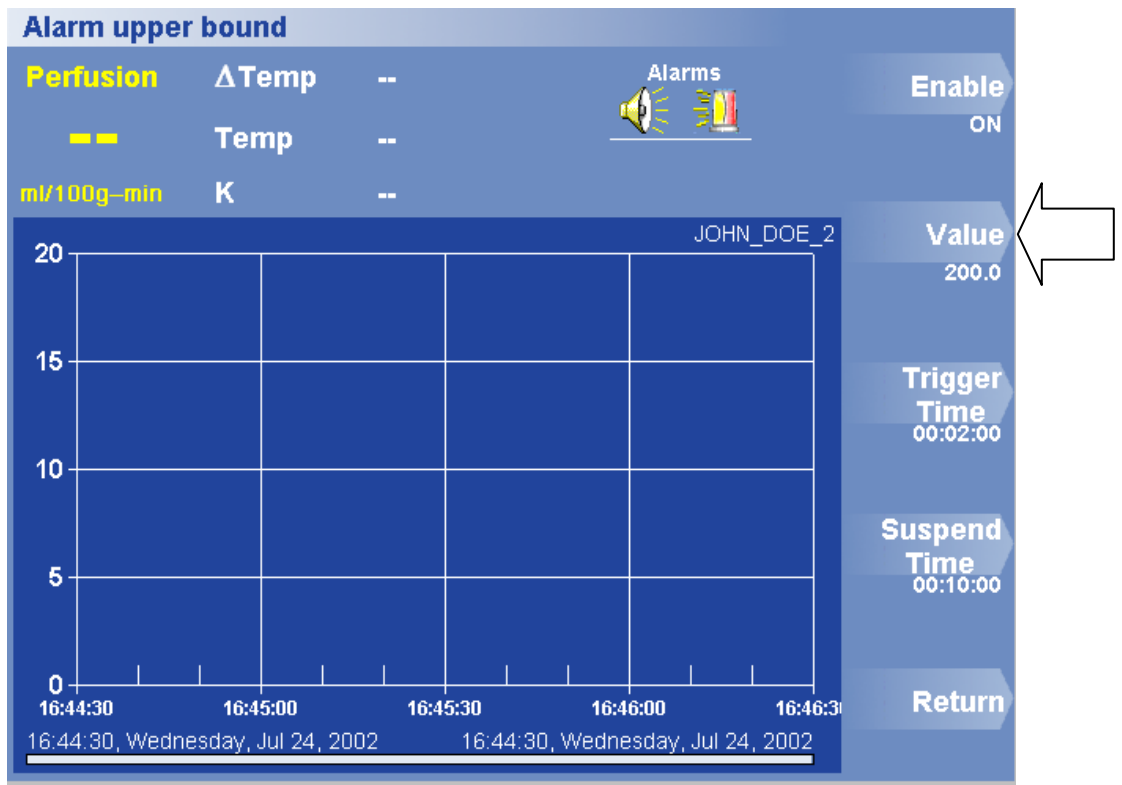

Figure 25. Menu Définir la limite supérieure de l'alarme
2. Cliquez sur Limite supérieure. Le menu Limite supérieure de l'alarme apparaît (figure 25).
1. Cliquez sur Options > Set Alarm > Upper Bound (Options > Définir une alarme > Limite supérieure). Le menu Limite supérieure de l'alarme apparaît (figure 25).